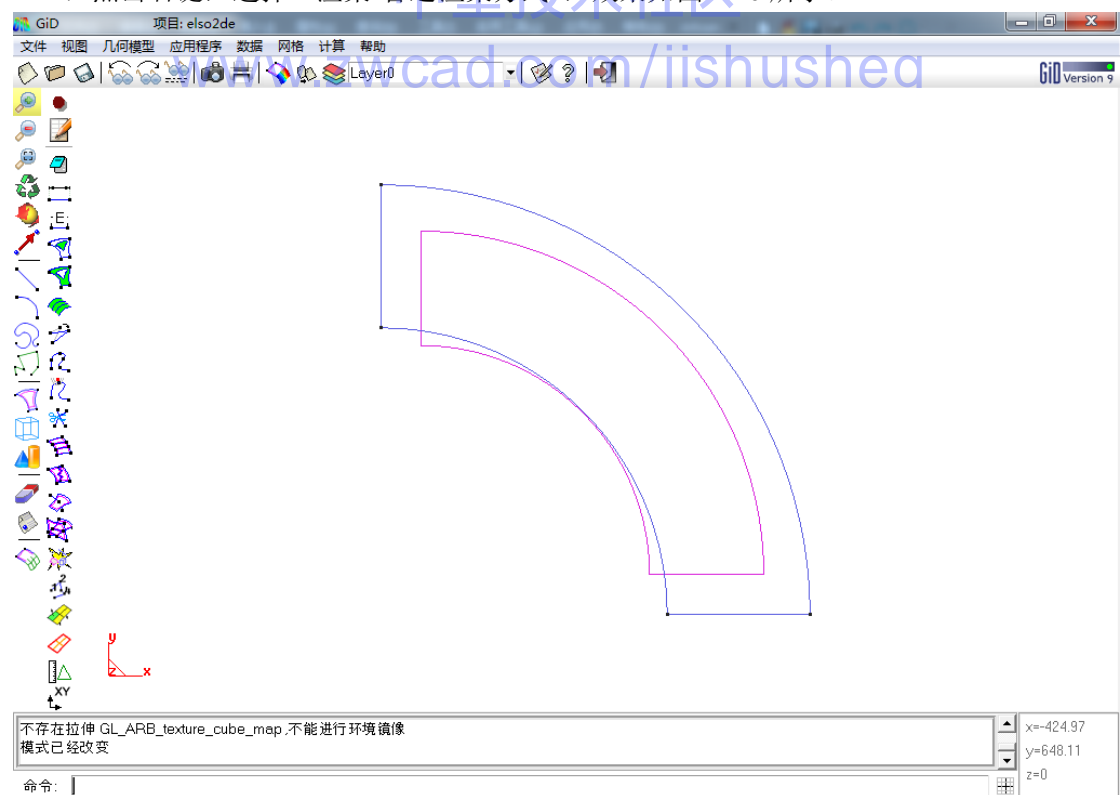

图 2-10
2) 点击右键，选择“渲染-普通渲染方式”，效果如图2-10所示。